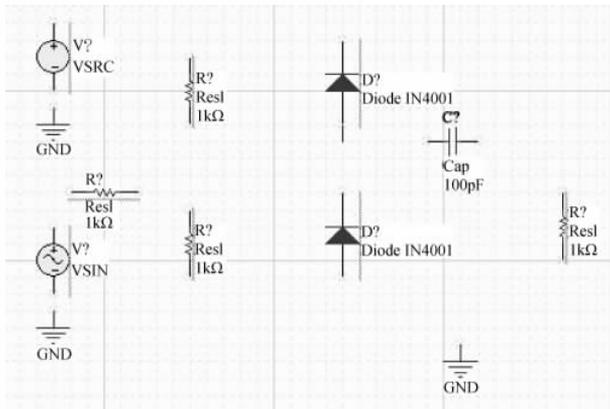

图 3-23 放置元器件和信号源
(1) 从 Miscellaneous Devices.IntLib 库中分别找到名字为 Res1 的电阻元器件、名字为 Cap 的电容元器件、名字为 1N4001 的二极管(必须选择 Model Type 为 Simulation 的元器件),并将这些元器件按照图 3-23 所示的位置进行放置。
(2) 从 Simulation Sources.IntLib 库中找到名字为 VSRC 和 VSIN 的元器件,并按照图 3-23 所示的位置进行放置。
(3) 单击 AD 主界面下工具栏内的  按钮,将 GND 按照图 3-23 所示的位置进行放置。